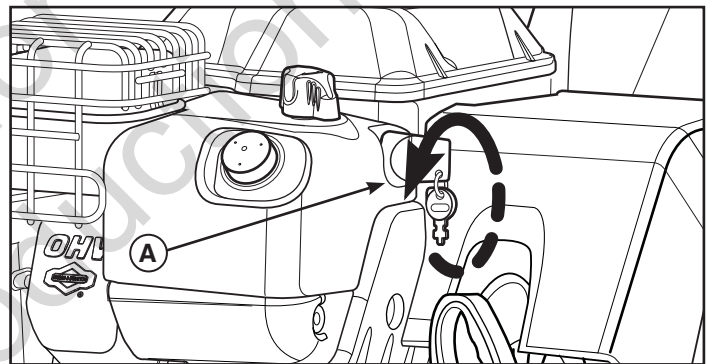

Figure 7
- Tournez la clé de contact MARCHE/ARRÊT ou poussez la clé à tirette (A, Figure 7) sur la position ARRÊT ou retirez la clé-tirette si la machine en est équipée.